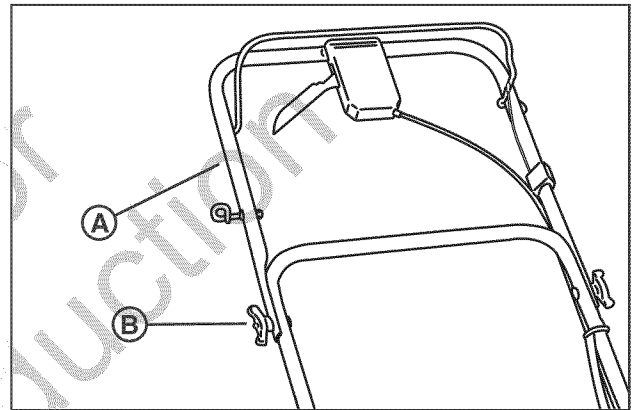

Figure 2: Déplier la poignée supérieure
4. Levez la poignée inférieure en l'alignant sur l'un des trois ensembles de trous des supports de la poignée (C). Remettre en place les boulons, rondelles et écrous à oreille.
5. Amener la poignée supérieure (A, Figure 2) sur la position (verticale) de fonctionnement. Serrer les vis (B).